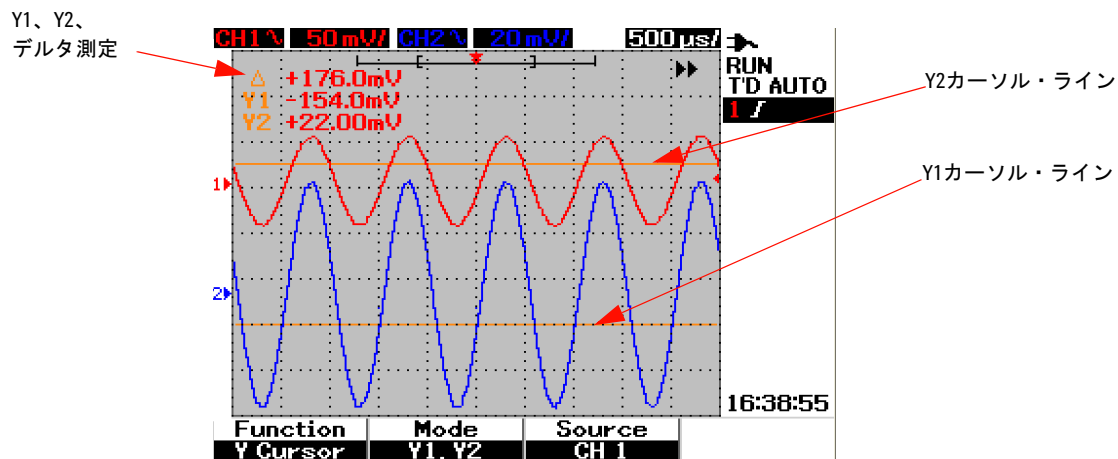

図3-34 チャネル1信号に対するY1およびY2カーソル・ラインを使ったYカーソル測定
- 4 図3-34では、2つのカーソル・ライン (Y1およびY2モード) が選択され、チャンネル1の信号に対して測定が実行されています。